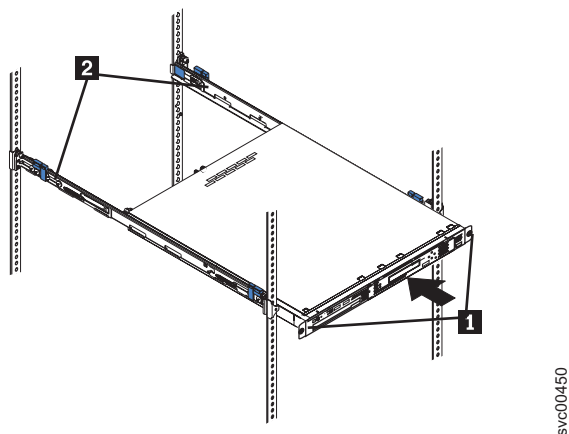

図 24. ノードおよび配送用ブラケットを固定する拘束つまみねじ
1. スライド・レール上でノードの位置を合わせ、ノードをラックに完全に押し込みます。拘束つまみねじ (31 ページの図 24 の **1**) を締め付けて、ノードを前部マウント・フランジに固定します。
4. 拘束つまみねじ (31 ページの図 24 の **1**) を締め付けて、ノードを前部マウント・フランジに固定します。